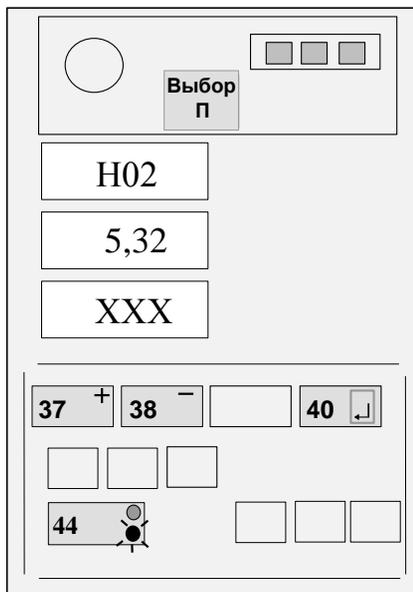

Рисунок 13
4.5.4 Нажимая кнопку ВЫБОР "П" (36), установить на верхнем ИЖЦ код "Н02" (индикация вылета стрелы; см. рисунок 13).
4.5.5.3 Изменяя положение датчика угла наклона стрелы, добиться отображения на среднем ИЖЦ значения вылета, указанного в правом столбце таблицы 3 (см. рисунок 13) для установленного значения вылета по рулетке.